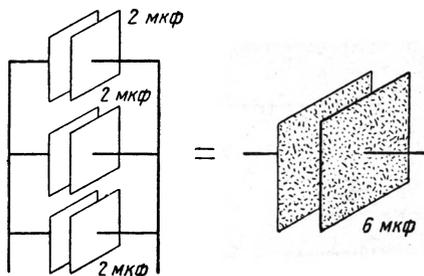

Рис. VI.38. Параллельное соединение конденсаторов эквивалентно увеличению поверхности пластин. Емкость при параллельном соединении увеличивается.
**Параллельное соединение конденсаторов.** Чтобы увеличить емкость, несколько конденсаторов можно соединить параллельно. Такое соединение конденсаторов эквивалентно увеличению площади пластин конденсатора (рис. VI.38). Так, параллельное соединение двух конденсаторов 10 и 12 мкф дает емкость 22 мкф.